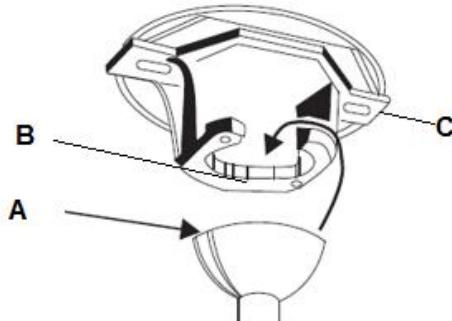

Fig. 6
Soulevez le ventilateur complet pour le placer sur le support de montage. Assurez-vous que l'encoche clé (A) de la rotule de la suspension est positionnée sur la goupille clé (B) du support de montage (C) pour empêcher le ventilateur de tourner lorsqu'il fonctionne. (Fig. 6)
- Accrochez le ventilateur (voir « Suspension du ventilateur » Fig. 6, page 6).